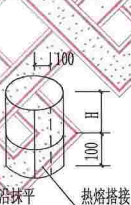

图20
- 二、附加层2做法见图20、21、22，裁成宽（见单体设计）比管周长多100的卷材。